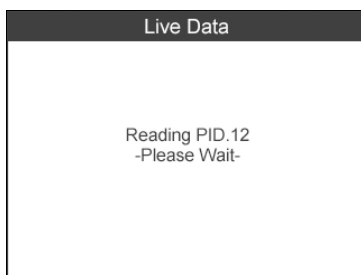

Рисунок 6.8
- 2) Подождите несколько секунд пока сканер проверит доступные ПИД-регуляторы. (См. рисунок 6.8)